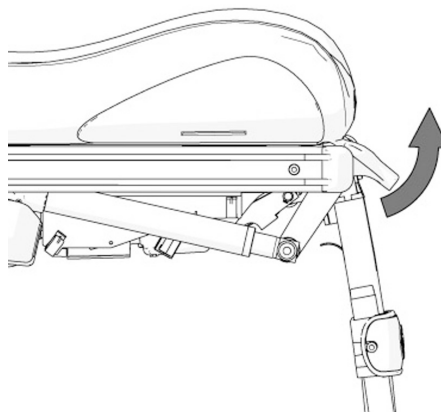

Bild 119. Vik upp benstödetts övre plastkåpa.
2. Vik upp benstödetts övre plastkåpa. Se bild. 119.